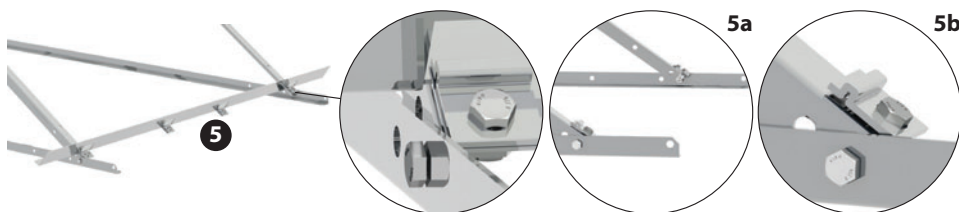

Figura 2.5
- 5 Solo in caso di sistema a due collettori (BIASISOL CN BLACK 200-2 e CN BLACK 320-2), posizionare la barra **5** (Figura 2.5) sulla parte inferiore e, negli appositi spazi, posizioniamo i quattro elementi di fissaggio in alluminio senza stringere i bulloni M8 con i dadi.
Il collettore va fissato con i due elementi di fissaggio in alluminio così come descritto nelle immagini **5a** e **5b** (Figura 2.5).